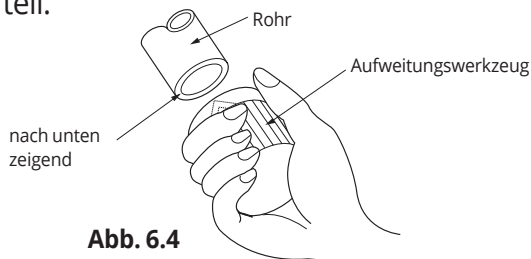

Abb. 6.4
- Öffnen Sie mit einem 65mm (2.56") oder 90mm(3.54"),-Bohrer ein Loch an der Wand. Stellen Sie sicher, dass Sie einen kleinen Winkel nach unten bohren, sodass die Außenkante der Bohrung um etwa 12 mm (0,5 ") unter der Innenkante liegt. Dies gewährleistet einen ordnungsgemäßen Ablauf des Wassers (Siehe Abb. 6.4). Bringen Sie den Lochschutz an der Wand an. Dies schützt die Ränder des Lochs und hilft bei der Abdichtung, sobald Sie die Installation abgeschlossen haben.